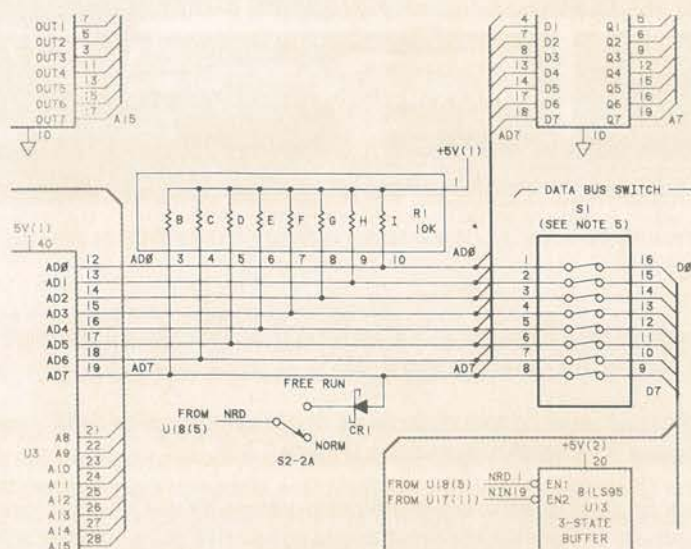

Figura 17-3. Circuito utilizzato per aprire il bus dei dati e far operare il  $\mu$ Lab in free-run
- B) Spostate verso l'alto l'interruttore di *Free-Run* (FR), che si trova in basso a sinistra rispetto agli interruttori del bus dei dati. Questo interruttore fa eseguire al microprocessore un'istruzione MOV A,A (codice 7F) ogni volta che viene eseguita un'operazione di lettura (Figura 17-3). L'istruzione MOV A,A non effettua alcuna operazione, analogamente a quanto si ha per l'istruzione NOP. Il microprocessore legge questa istruzione e incrementa quindi l'indirizzo per leggere l'istruzione successiva. Dal momento che il bus dei dati non è collegato, questa istruzione viene letta ad ogni indirizzo, ed il microprocessore è così obbligato ad eseguire in continuazione la stessa istruzione (e solo questa). Perciò le linee del bus degli indirizzi continuano ad incrementarsi passando per tutti i  $2^{16}$  indirizzi possibili.